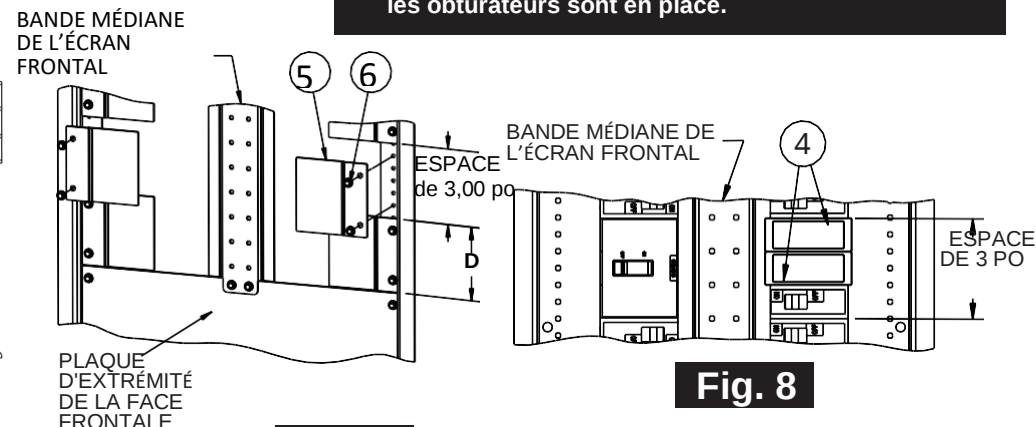

Fig. 7
13. **Reportez-vous à la Fig. 7**